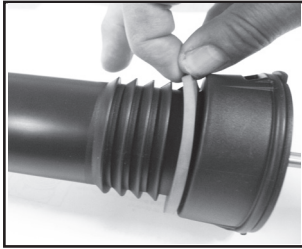

Figura 1
1. Inspeccione la junta. Si está desgastada o dañada, quítela y reemplácela. **(Vea la figura 1).**